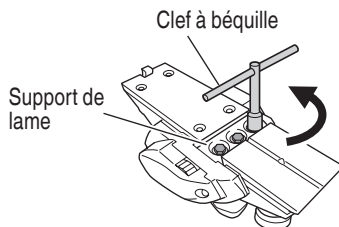

Fig. 7
(1) Comme indiqué à la Fig. 7, utiliser la clé à béquille fournie en accessoire pour retirer les trois boulons de fixation de la lame, puis retirer le support de lame.